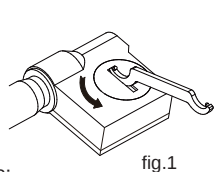

fig.1
---Gire la tapa de la batería en sentido contrario a las agujas del reloj con la llave (fig.1), luego retírela.